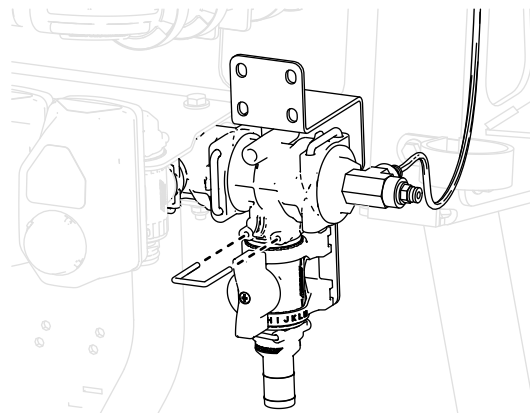

图 35
12. 使用随附的卡环将控制阀总成连接至阀门段端部的 T 形歧管 图 35。